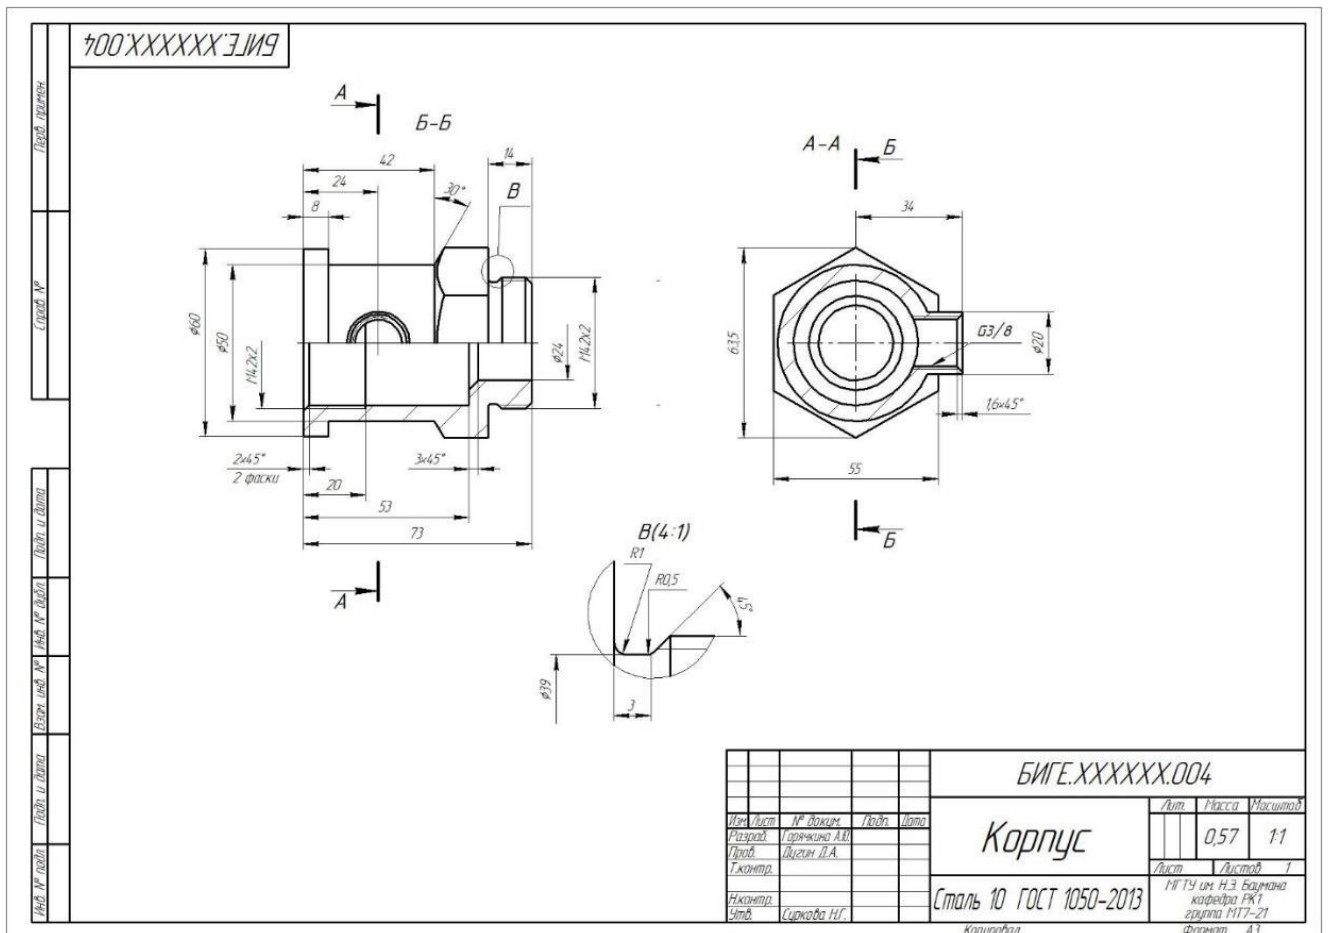

Рис. 7 Чертеж детали «Корпус»
- Для чертежа детали «Корпус» (рис. 7):